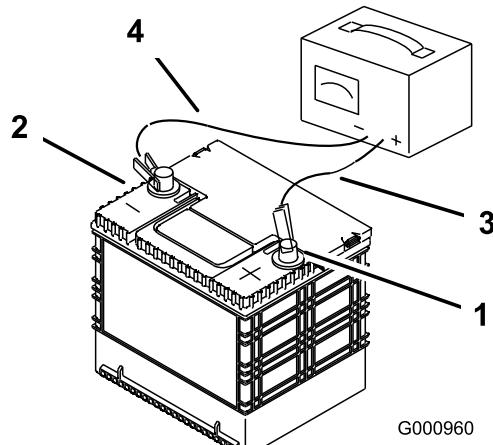

Figure 59
2. Quand la batterie est chargée au maximum, débranchez le chargeur de la prise, puis débranchez les fils du chargeur des bornes de la batterie (Figure 59).